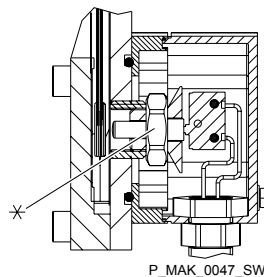

Fig. 26: Vista secção transversal Sinalização de ruptura da membrana
9. Purgar o óleo hidráulico apenas da unidade hidráulica através do tampão de vidro acrílico (3) - ver na página 46.
10. Tirar a protecção da cobertura (5) do disco da cabeça (6).
11. Voltar a aparafusar os tampões de vidro acrílico (3) e apertar apenas ligeiramente.
12. Com os parafusos, retirar a cobertura cor de laranja da sinalização da ruptura de membrana - ver Fig. 26.
13. Soltar as 6 porcas (1) na unidade de alimentação (cárter do óleo?).
28. ► Limpar a válvula de purga (5) exteriormente com ar comprimido.
30. ► Aparafusar a válvula de purga (5).
31. ► Colocar a mangueira de ventilação (4).
34. ► Desaparafusar o sensor de ruptura da membrana depois de algumas voltas - ver Fig. 26.